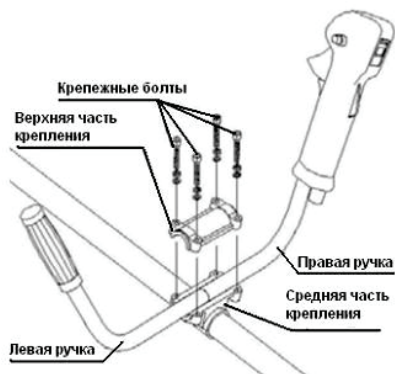

Рисунок 2
- Закрепите верхнюю и среднюю части крепления с помощью болтов (рисунок 2).